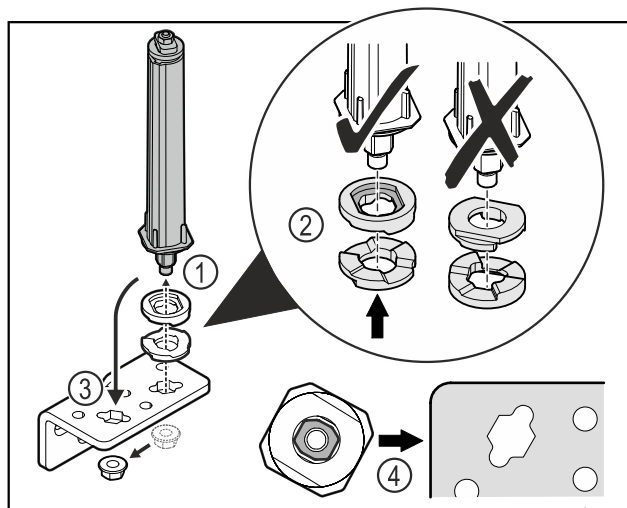

Fig. 31
- Svitare il dado e rimuovere il sistema di chiusura della porta Fig. 31 (1).
- Assicurarsi che le rondelle per la regolazione dell'altezza siano rivolte nel verso giusto Fig. 31 (2).
- Spostare il sistema di chiusura della porta nella cerniera angolare e fissarlo con il dado Fig. 31 (3).
- Durante l'inserimento del sistema di chiusura della porta assicurarsi che sia rivolto nel verso giusto Fig. 31 (4).